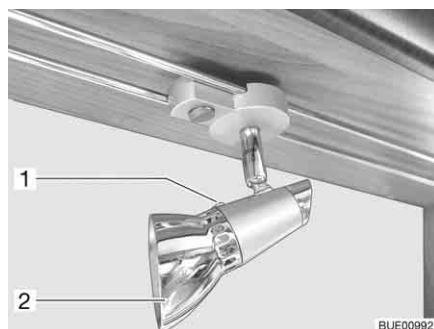

Fig. 205 Faretto alogeno (mobile)
- Svitare la vite di fissaggio (Fig. 205,1).
- Rimuovere il paralume (Fig. 205,2).